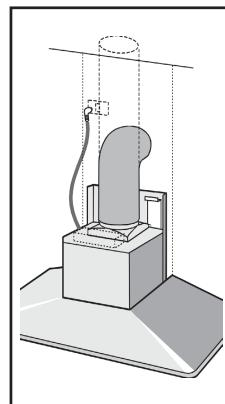

fig. 6
- Raccordez le conduit pour l'évacuation de l'air à la bouche de sortie d'air de la hotte; utilisez un tuyau souple et bloquez-le sur la bouche de sortie d'air de la hotte à l'aide d'un collier métallique - Fig.6 - (le tuyau et le collier ne sont pas fournis).